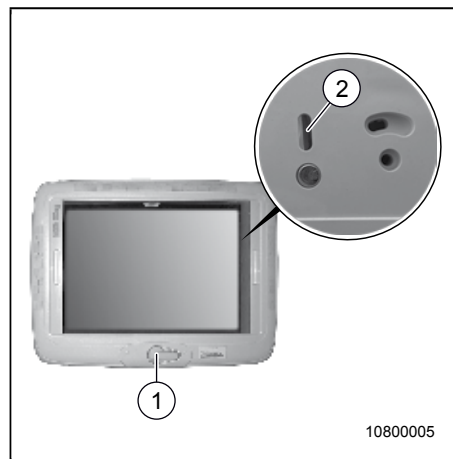

Fig. 13 Toit ouvrant à manivelle
1. Sortir la manivelle (Fig. 13, pos. 1) du creux en la rabattant.
2. Tourner la manivelle (Fig. 13, pos. 1) dans le sens indiqué sur le manche de la manivelle et amener le toit ouvrant sur la position souhaitée.
3. Rabattre la manivelle (Fig. 13, pos. 1) dans le creux.
2. Tourner la manivelle (Fig. 13, pos. 1) dans le sens indiqué sur le manche jusqu'à ce que le toit ouvrant soit fermé.
3. Pour verrouiller totalement le toit ouvrant, tourner la manivelle (Fig. 13, pos. 1) jusqu'à ce que l'on voit le trait rouge dans l'ouverture de contrôle (Fig. 13, pos. 2).
5. Rabattre la manivelle (Fig. 13, pos. 1) dans le creux.